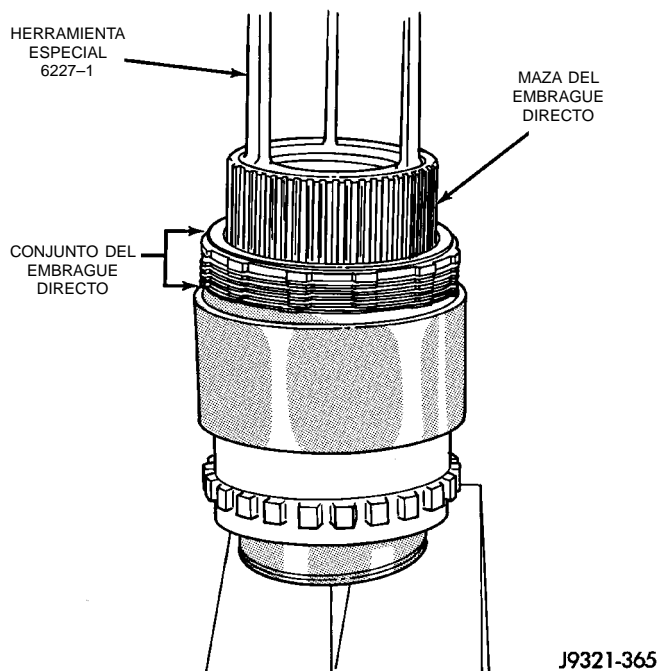

Fig. 215 Desmontaje del conjunto del embrague directo
(6) Libere toda la carga de la prensa lenta y completamente (Fig. 215).
(7) Retire la Herramienta especial 6227-1. Luego retire el conjunto de embrague de la maza (Fig. 215).